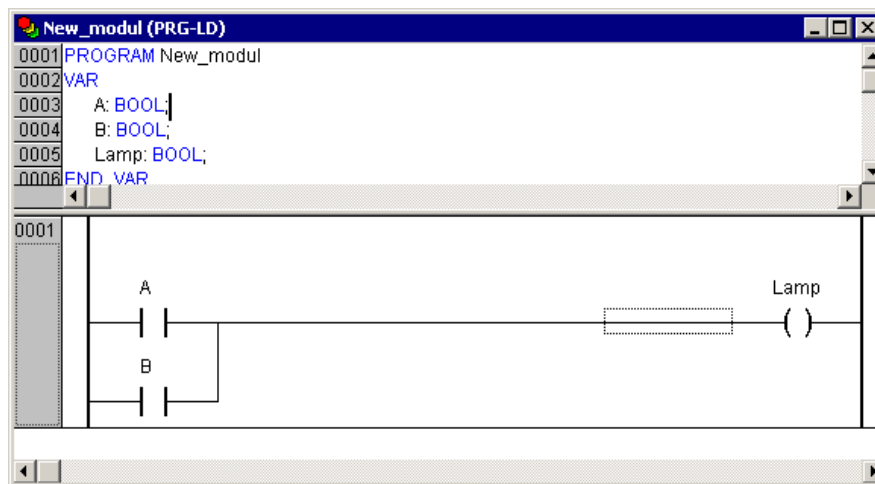

Рисунок 4.12 – Пример текста нового программного компонента
- 3) Написать программу этого функционального блока, которую предполагается использовать в качестве пользовательского программного модуля (например, см. рисунок 4.12).